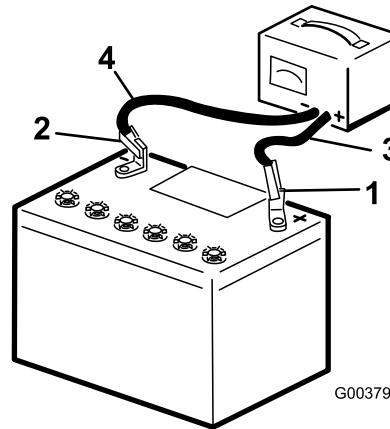

Figura 44
2. Caricate la batteria a 3 – 4 ampere per 4 – 8 ore (Figura 44). Non sovraccaricatela.
3. Quando la batteria è completamente carica, staccate il caricabatterie dalla presa elettrica e scollegate i cavi di ricarica dai poli della batteria (Figura 44).
1. Utilizzate i fermi rimossi in precedenza per montare il cavo positivo (rosso) sul morsetto positivo (+) della batteria (Figura 44).
3. Utilizzate i fermi rimossi in precedenza per montare il cavo negativo (nero) sul morsetto negativo (-) della batteria (Figura 44).
4. Assicurate la batteria con la barra e i dadi ad alette (Figura 44).